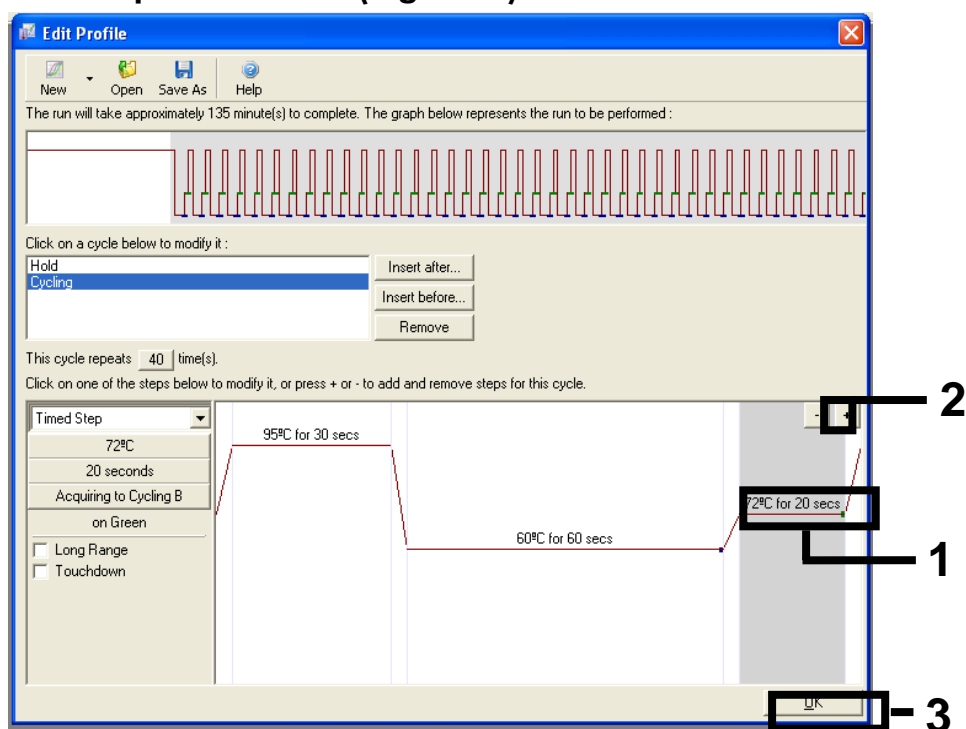

Figura 9. Remoção do passo de extensão.
12. Coloque em destaque o terceiro passo e elimine clicando o botão "-". Clique em "OK" (Figura 9).